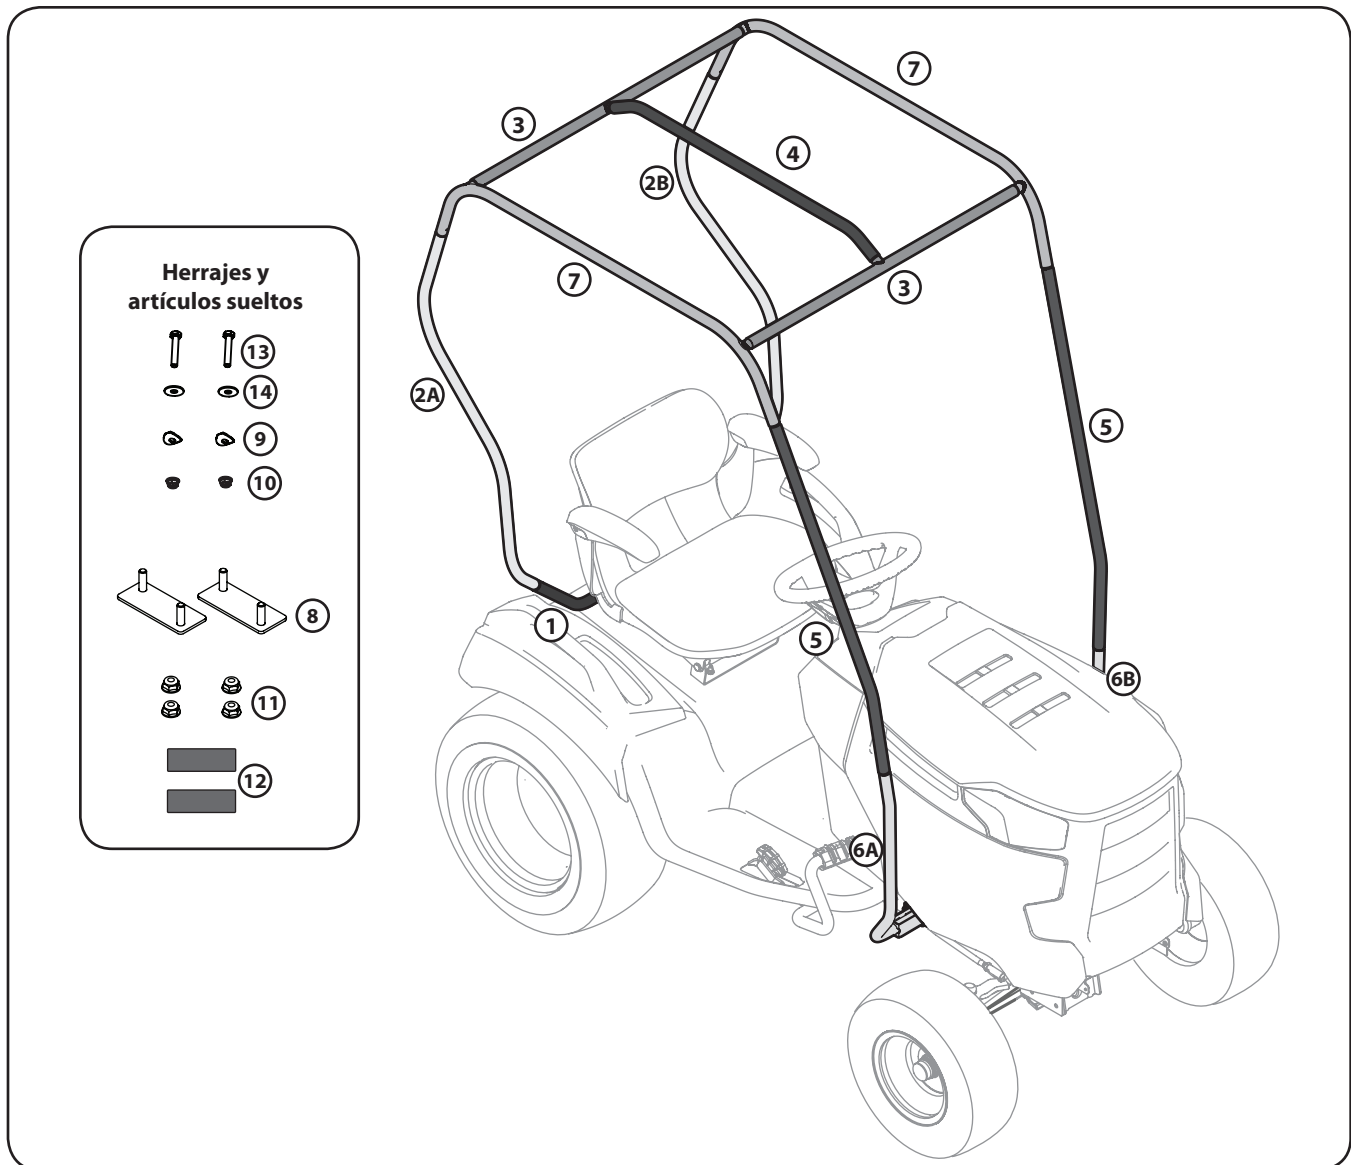

Figura 3-1
- Ensamble el bastidor de la Cabina para nieve/parasol, para lo que debe conectar las piezas numeradas como se indica en la Figura 3-1.
NOTA: Consulte la Figura 3-1 para conocer la ubicación y el montaje correctos de las piezas del bastidor.